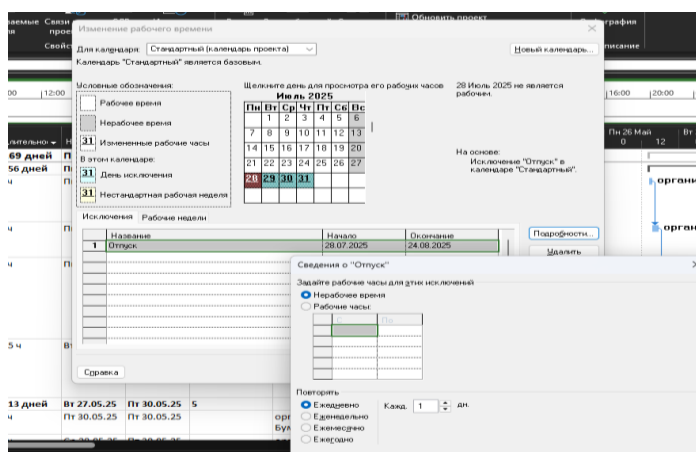

Рис. 4. Окно сведений об исключении
1. Вкладка *Исключения*. Отображает список исключений, добавленных в календарь. Исключения предназначены для ввода данных о нерабочих днях (праздники, отпуска, отгулы и т. п.) и для создания рабочих дней с нестандартным графиком (предпраздничные дни и т. п.). Исключение задается отдельной строкой списка, в которую заносятся название, даты начала и окончания исключения. Для удаления строки из списка предназначена кнопка *Удалить*, а для редактирования параметров исключения – кнопка *Подробности*. Для ввода подробностей открывается отдельное окно, изображенное на рис. 4. Здесь заданы параметры исключения *Отпуск* длительностью 28 календарных дней с 28.07.25 по 24.08.25. Параметры окна позволяют задать указанный период нерабочим (переключатель *Нерабочее время*) или нестандартным рабочим временем (переключатель и список *Рабочие часы*); шаблон повторения (группа полей *Повторить*) с интервалом день, неделя, месяц, год; границы исключения (группа полей *Пределы повторения*).